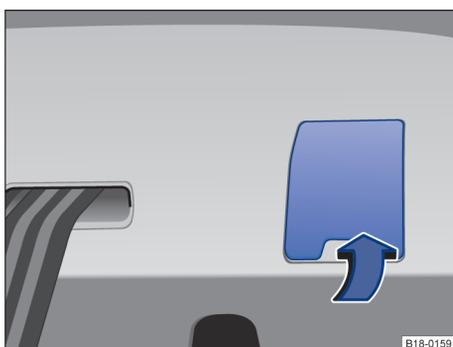

图 90 Top Tether 固定点
- 打开后排座椅后的盖板 ⇒ 图 90。
- 将上部固定带钩入相应的固定环中 ⇒ 图 90。